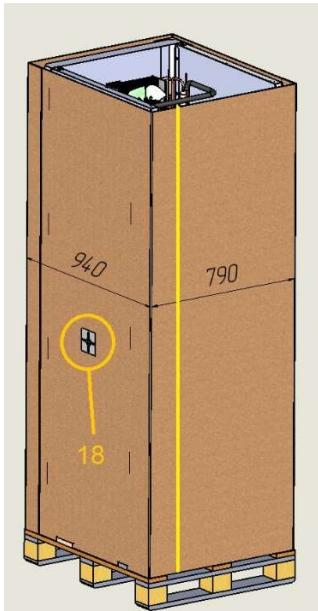

Рис. 3
- Разрезать упаковку по короткой стороне (790 мм) без маркировки центра тяжести (18) - рис.3.